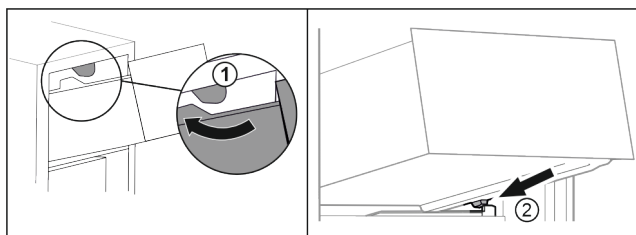

Fig. 89
- ▶ 将抽屉移动到上方止动器附近。 Fig. 89 (1)
- ▶ 将抽屉斜放在容器肋梁上的下方止动器后面。 Fig. 89 (2)